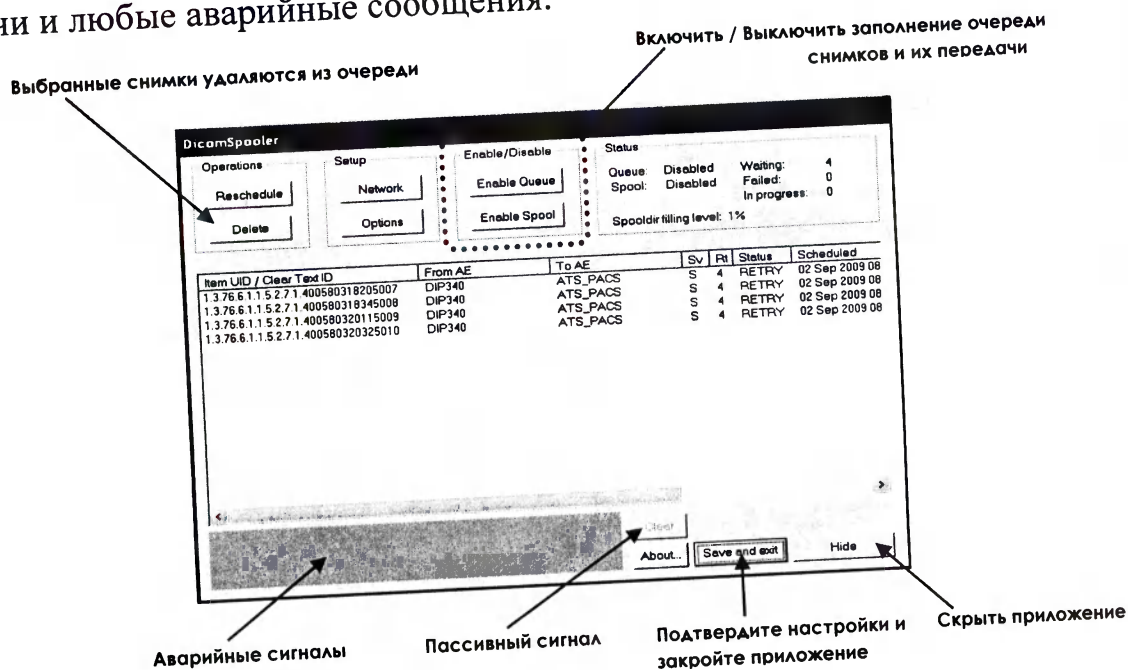

Рисунок 149
10.4.3 Если при передаче выявляются ошибки или неисправности, появляется окно **Dicom Спулер** (см. рисунок 149), отображающее состояние очереди передачи и любые аварийные сообщения.